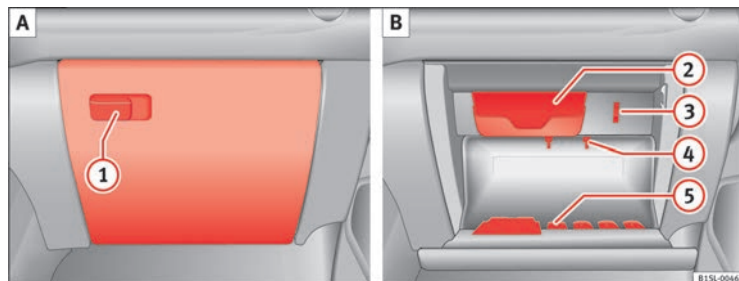

Fig. 73 Compartimento para objectos com tampa no lado do passageiro.
Levantar o manípulo para *abrir* ⇒ Fig. 73 ①.